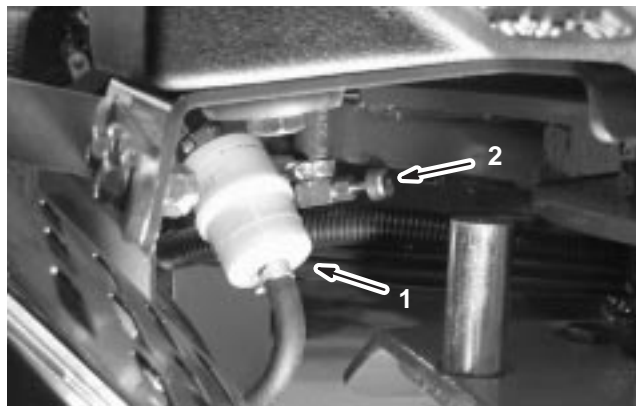

Bild 50
3. Schließen Sie den Kraftstoffhahn (Bild 50).
4. Drücken Sie die Enden der Schlauchklemmen zusammen und schieben Sie sie vom Filter weg (Bild 50).
6. Setzen Sie einen neuen Filter ein und schieben Sie die Schlauchklemmen an den Filter heran (Bild 50).
8. Öffnen Sie den Kraftstoffhahn (Bild 50).
2. Schließen Sie den Kraftstoffhahn (Bild 50).
3. Lockern Sie die Schlauchklemme am Kraftstofffilter und schieben Sie sie an der Kraftstoffleitung weg vom Kraftstofffilter (Bild 50).
4. Ziehen Sie die Kraftstoffleitung vom Kraftstofffilter (Bild 50). Öffnen Sie den Kraftstoffhahn und lassen Sie den Kraftstoff in einen Benzinkanister oder ein Auffanggefäß ablaufen.
5. Bringen Sie die Kraftstoffleitung am -filter an. Schieben Sie die Schlauchklemme ganz an den Kraftstofffilter heran, um die Kraftstoffleitung zu befestigen (Bild 50).